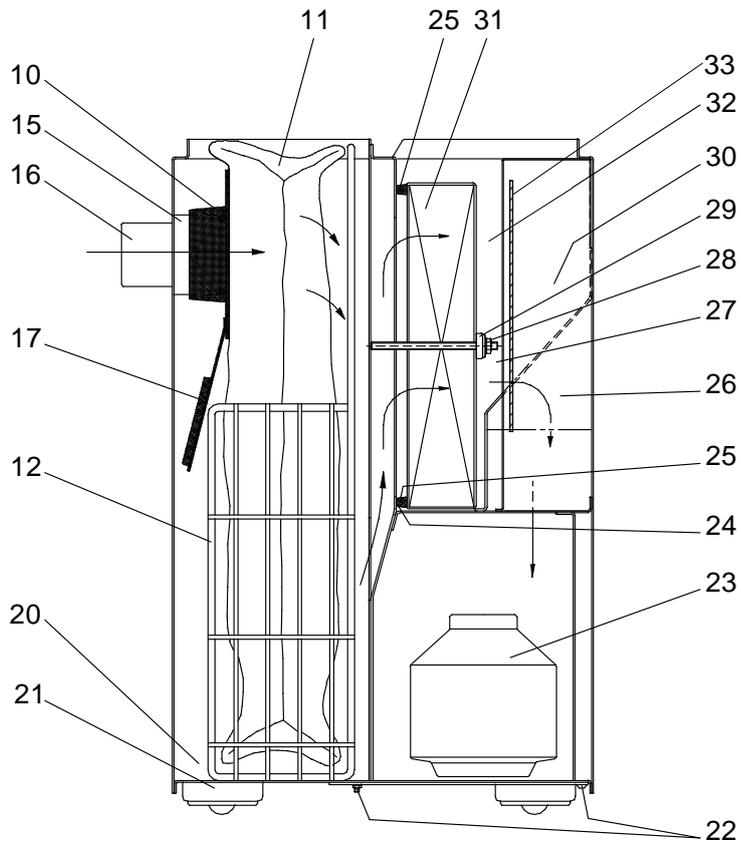

Abb. 3 Gerät in der Mitte durchgeschnitten und von links betrachtet
2. Die Rohr- bzw. Schlauchinstallation ist an den Stutzen (16) (Abb. 3, Seite 5) von Durchmesser 50 mm der Absaugung anzuschließen.
Hinweis Sobald die max. zulässige Füllung des Filterstaubbeutels (11) (siehe Abb. 3, Seite 5) erreicht ist, spricht über einen Unterdrucksensor die Abschaltautomatik an und die Kontrollleuchte „Filterwechsel“ (39 bzw.40) leuchtet auf. Die Absaugung und die angeschlossenen stauberzeugenden Geräte werden abgeschaltet.
1. Der Filterstaubbeutel (11) muss ausgetauscht werden, siehe Abschnitt „6.1 Austausch des Filterstaubbeutels“.